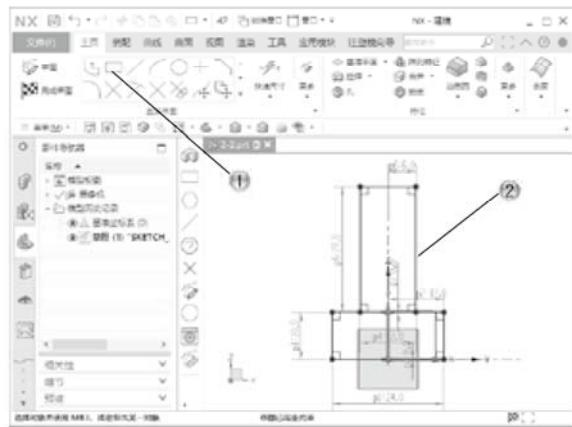

图 2-55
① 单击【主页】选项卡中的【矩形】按钮□，如图 2-55 所示。
② 在绘图区中，绘制竖直的矩形。